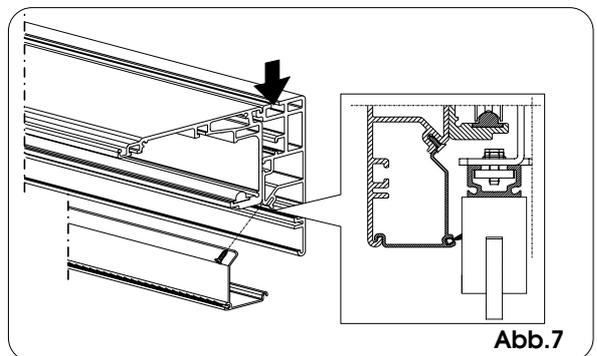

Abb. 7
➔ Je nach Länge des Querträgers können Zwischenbefestigungen erforderlich werden (dabei wird auf die Führung, die in Abb. 7 gezeigt wird, zurückgegriffen):
• Wird das selbsttragende Schließprofil für die Automation verwendet, so ist dieses wie in Abb. 7 erläutert, zusammenzubauen.